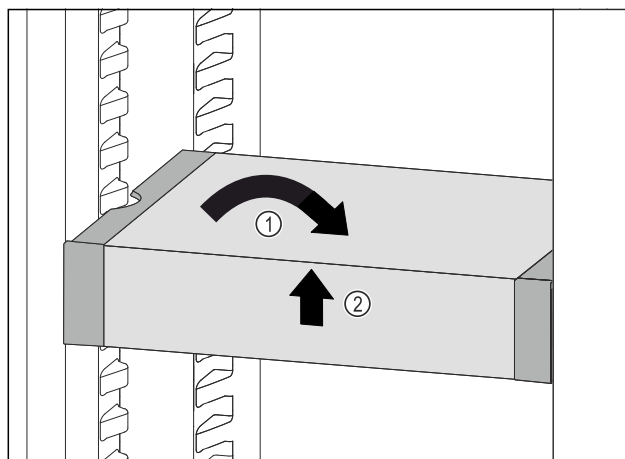

Fig. 90
- Collocare VarioSafe in maniera dritta. *Fig. 90 (1)*
- Sollevare VarioSafe dal lato anteriore. *Fig. 90 (2)*